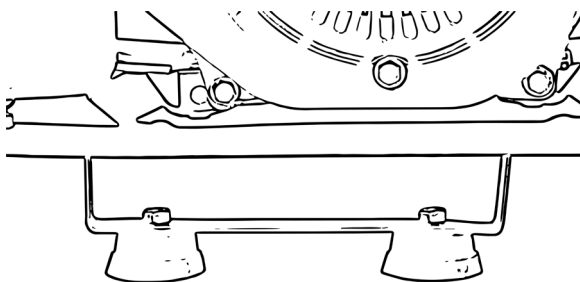

Abbildung 8
- Montieren Sie die BÜGELEINHEIT mit Hilfe der zwei kleinen Sechskantschrauben und Muttern am unteren Rahmen des Geräts, siehe Abb.8